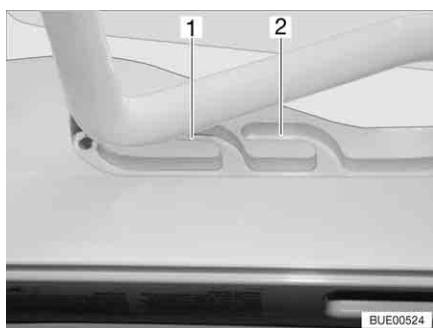
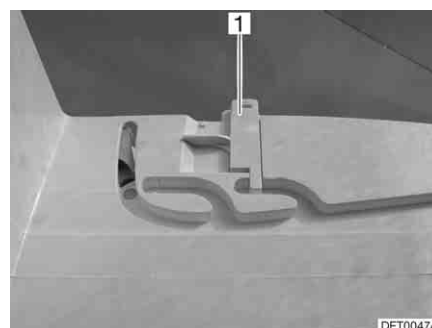

Fig. 112 Clarabóia Heki em posição de arejamento
Fig. 113 Dispositivo de bloqueio da posição de arejamento
A clarabóia Heki pode ser posta em duas posições de arejamento: Posição para mau tempo (Fig. 112,1) e posição média (Fig. 112,2). Dependendo do modelo, a clarabóia pode ser travada em posição central com os dois trincos (Fig. 113,1) nos lados esquerdo e direito no caixilho da clarabóia.
- Empurre o arco ligeiramente para cima e mova-o e, se for preciso, prenda-o no guia escolhido (Fig. 112,1 ou 2).